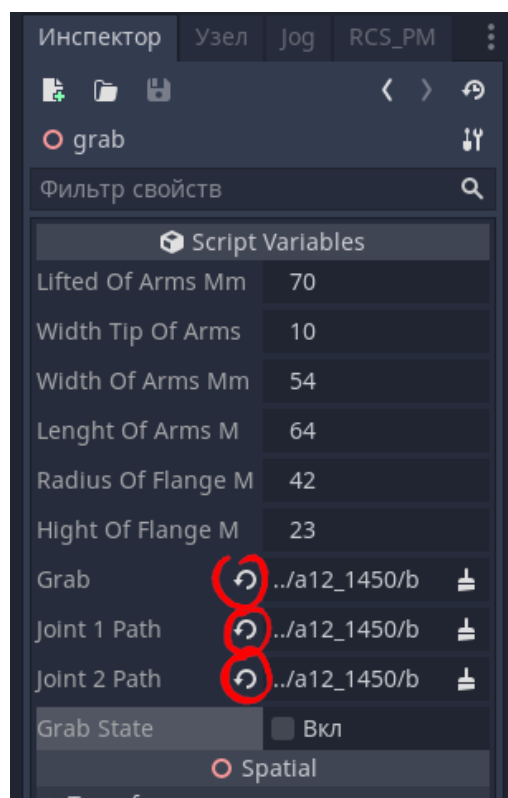

Рисунок 17 – Сброс ссылок
5. Сбросить ссылки на Grab, Joint 1 Path и Joint 2 Path (Рисунок 17).